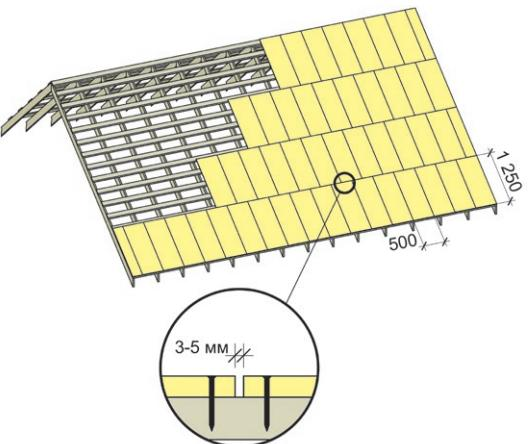

Рис. 5. Укладка сплошного основания из плит ОСП-3 или фанеры ФСФ по обрешётке.
- 3.1.3. Плиты необходимо разрезать на пять частей по длинной стороне и крепить в разбежку (рисунок 5).